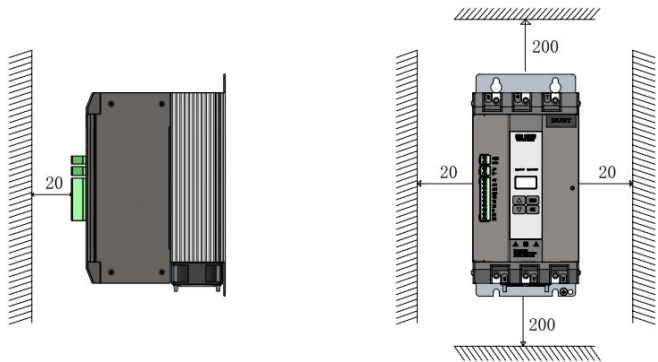

图 3-3 最小安装空间示意
1) 为保证良好的通风散热，将控制器安装在竖直方向，并且留有足够空间，最小空间如图 3-3 所示。(单位：mm)